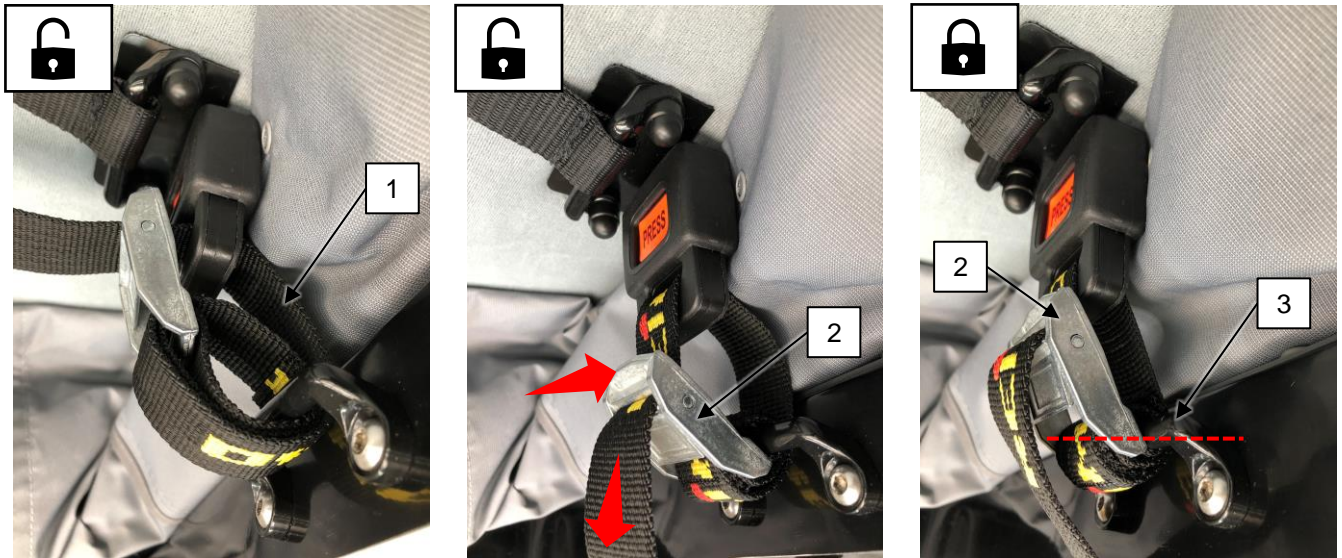

Abb. 7-1: Gurtbandführung / Webbing guide for the lock
- Das Gurtband (s. Abb. 7-1,1) entsprechend Abb. 7-1 anbringen und straffziehen, dabei gegen die Schnalle (2) drücken: **Die Schnalle (2) muss auf dem Bügel (3) aufliegen!**
- Attach the belt (see Abb. 7-1,1) according to Abb. 7-1 and tighten it while pressing against the buckle (2): **The buckle (2) must rest on the bracket (3)!**